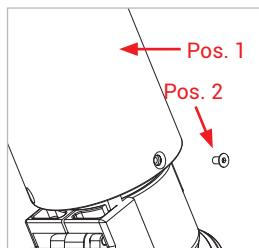

Abbildung 6
- ▶ Schrauben Sie die drei Senkschrauben (Pos. 2) mit einem Sechskant-Schraubendreher SW2 aus der Stoßschutzhülse (Pos. 1) heraus (*Abbildung 6*).